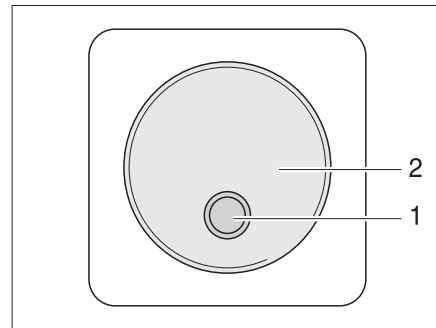

Bild 220 Externer Schalter
- II "Remo." = Gerät kann am externen Schalter (Bild 220,1) ein- und ausgeschaltet werden.
Der externe Schalter für den Wechselrichter (Bild 220) befindet sich im Innenraum des Fahrzeugs, beispielsweise im Eingangsbereich. Der Schalter ist mit der Beschriftung "Wechselrichter" gekennzeichnet. Die LED (Bild 220,1) zeigt den Betriebszustand des Wechselrichters an.